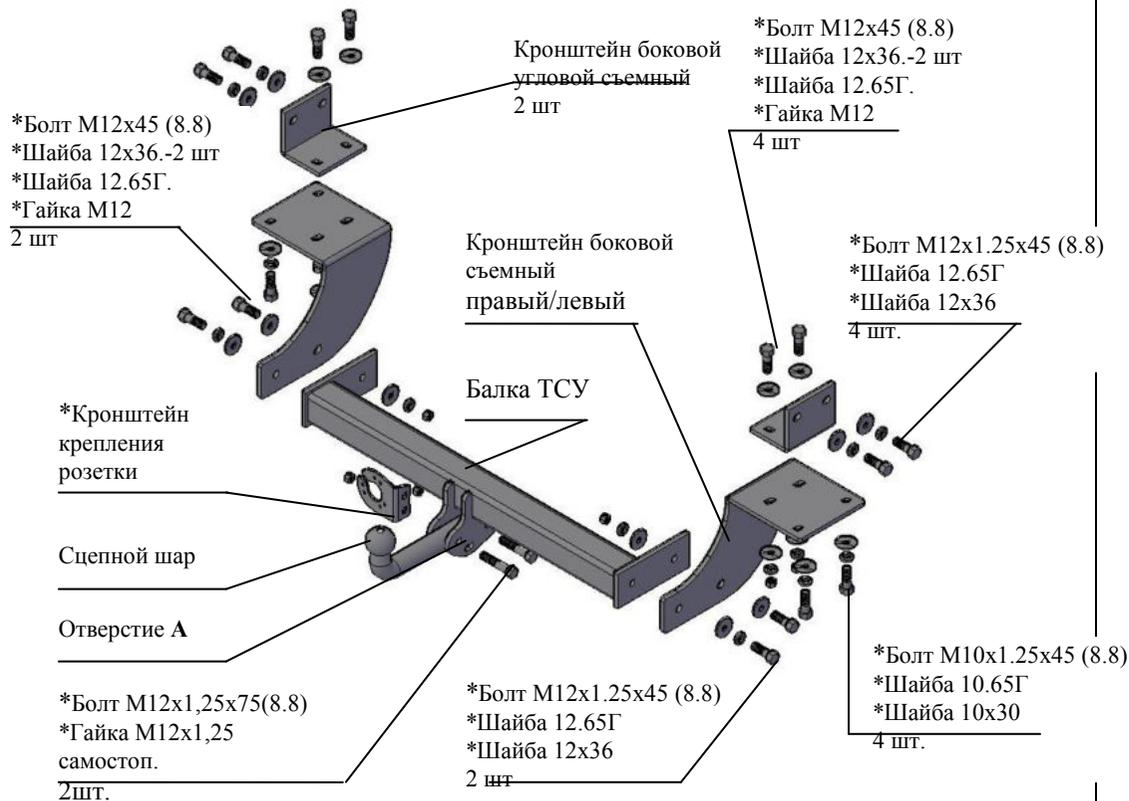

Рис.1 Тягово-сцепное устройство 9460
2.1 ТСУ 9460 в сборе (рис.1)	1 шт.
2.2 Пакет с комплектующими (см. рис.1)	1 шт.
4.3 Установить боковые съемные кронштейны ТСУ (правый и левый соответственно рис.1) к нижним полкам лонжеронов а/м, закрепить болтами М10х1,25х45, (используя приварные гайки), под головки болтов подложить шайбы 10.65Г и шайбы 10х36. Крепеж не затягивать.